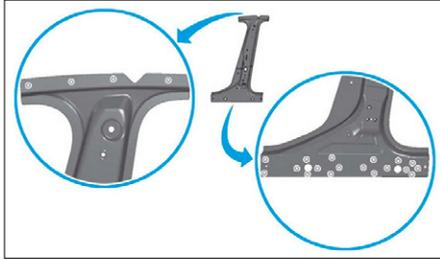

FIG. 87
- Tracer puis percer au Ø 6,5 mm (ou 8 mm pour les fortes épaisseurs) pour un soudage ultérieur par points bouchon (Fig.87).